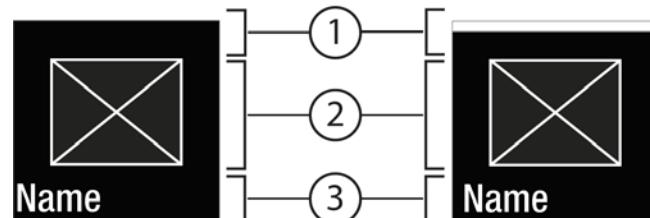

Fig. 6
- Установка нового значения: С помощью Подтвердить Fig. 5 (2) выбрать деактивированное значение Fig. 6 (1).
- Назад в меню: С помощью Подтвердить Fig. 5 (2) выбрать уже активированное значение Fig. 6 (2).
- Состояние: активировано Fig. 6 (1) появляется недолго в Подменю Fig. 7 (4).